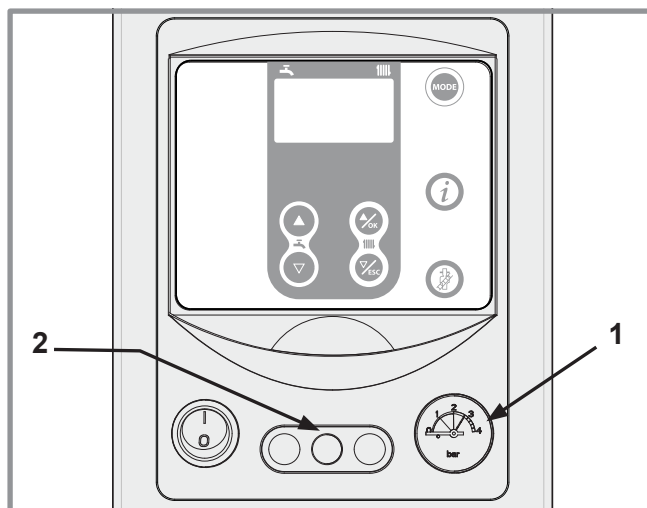

figure 49 - Manomètre - Reset
- Vérifier régulièrement la pression de l'eau dans le circuit chauffage (entre 1,5 et 2 bar) *rep. 1, figure 49*.
Certaines anomalies provoqueront la mise en sécurité de la chaudière (codes erreur **78, 128 et 133**). Dans ce cas, réarmer la chaudière : appui court sur le bouton blanc (voir repère **2, figure 49**).